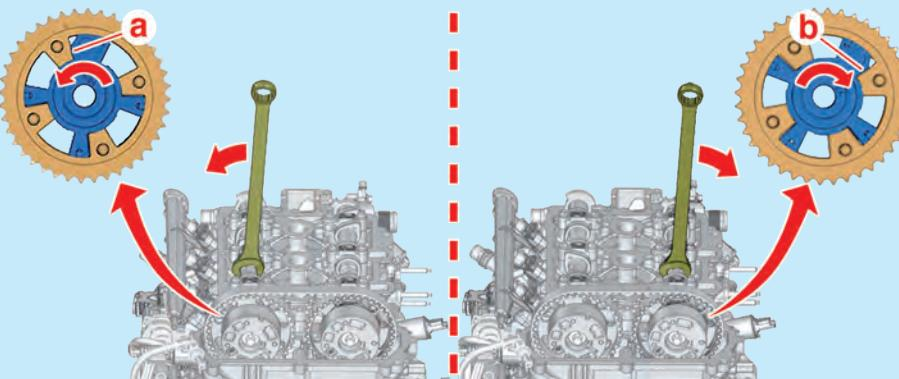

Fig.1
- Dans le cas contraire, procéder au verrouillage (Fig.1) :